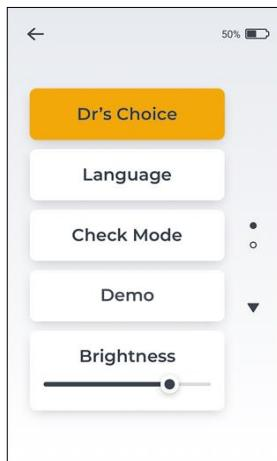
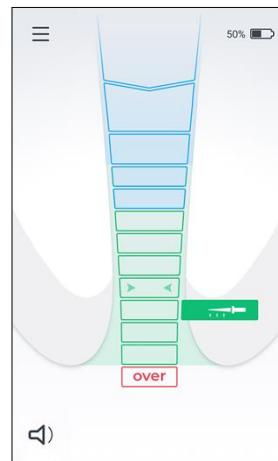

Рис. 12
Рис. 13
- Войдите в меню настроек и выберите вкладку Выбор Доктора — см. рис. 12. При активации надпись Выбор Доктора станет оранжевой, а на экране появится апикальная линия Выбор Доктора — см. рис. 13.
- Для того чтобы отключить линию Выбор Доктора, вернитесь обратно в меню настроек и отключите Выбор Доктора, нажав на вкладку Выбор Доктора — см. рис. 12.